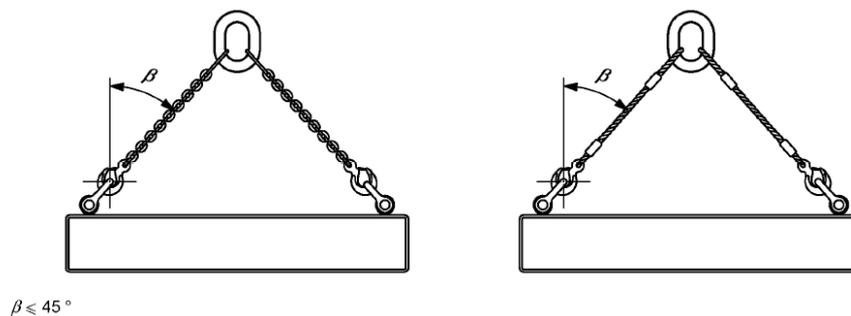

Fig. 3
- El método correcto de colgado utilizando un par de cáncamos se muestra en la Fig. 3: